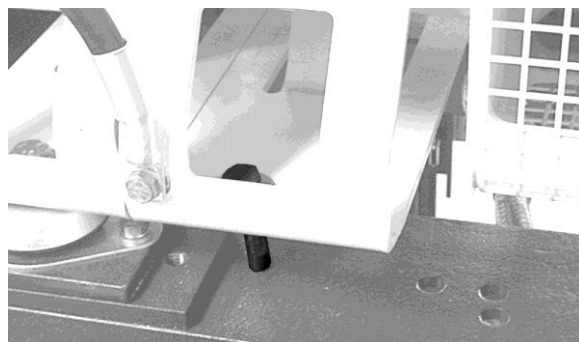

Рис. 7 Снятие четырех транспортировочных фиксаторов с эластичных опор двигателя и генератора
- Снять четыре транспортировочных фиксатора с эластичных опор двигателя и генератора (Рис. 7)